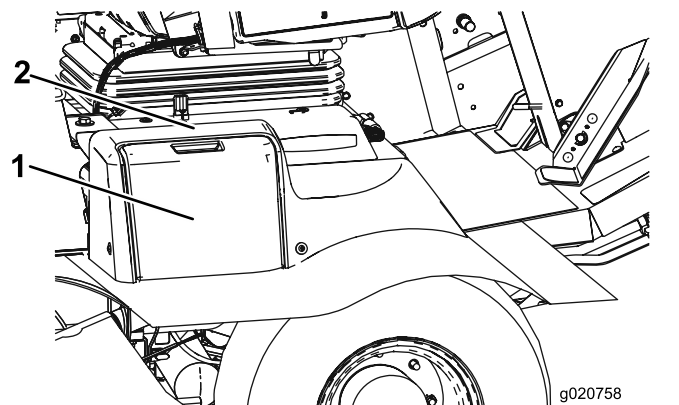

Figura 85
1. Abra a cobertura da bateria no lado do resguardo (Figura 85).
**Nota:** Pressione a superfície plana por cima da cobertura da bateria para facilitar a remoção da cobertura (Figura 85).